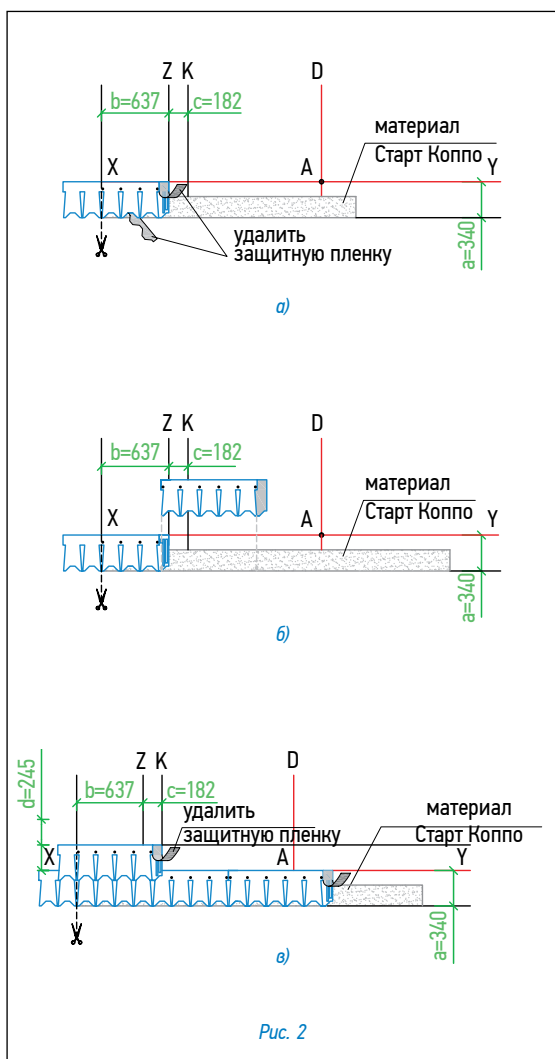

Рис. 2
Укладка материала (рис. 2)
- По линии карниза укладывается специальный самоклеящийся рулонный материал «Старт Коппо», формирующий начальный ряд; при этом предварительно с его изнаночной стороны снимается защитная пленка (рис. 2а);
- укладка черепицы начинается от линии Z, при этом ее верхний край выравнивается по линии XY (рис. 2а, 2б);
- следующий ряд укладывается от линии K (со смещением 18,2 см от линии Z) (рис. 2в);